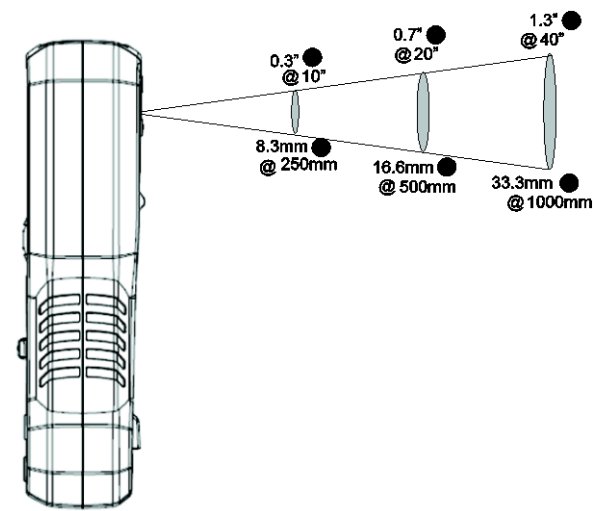

Fig 8-2 Afstand tot Punt Ratio 30:1
6. De Afstand tot Punt ratio voor de warmtebeeldcamera is 30:1 wat betekent dat het te meten punt 30 keer kleiner is dan de afstand van de meter tot het punt (op een afstand van 30", 'ziet' de meter een plek van 1"). **Zie Fig. 8-2.**